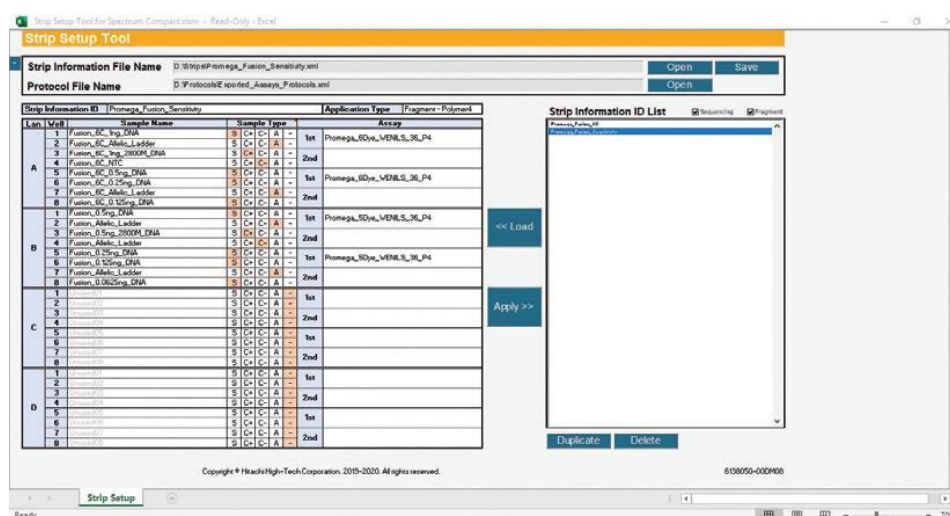

図 221 Strip Information File Name に新しい strip が表示された Strip Setup Tool for Spectrum Compact 画面
.xml ファイルとして保存すると、アスタリスクは消えます。(図 221)
8. 新しい strip の名前と場所が Strip Information File Name のセルに表示されます。（図 221）